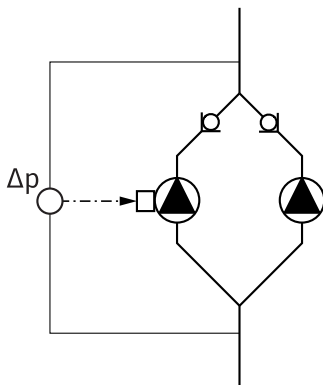

Fig. 13: Esempio, attacco trasduttore differenza di pressione
- Nell’esempio nella fig. 13, la pompa master è quella a sinistra nella direzione del flusso. Collegare a questa pompa il trasduttore differenza di pressione.
I punti di misura del trasduttore differenza di pressione della pompa master devono trovarsi nel rispettivo collettore sul lato aspirazione e mandata dell’impianto a due pompe (fig. 13).